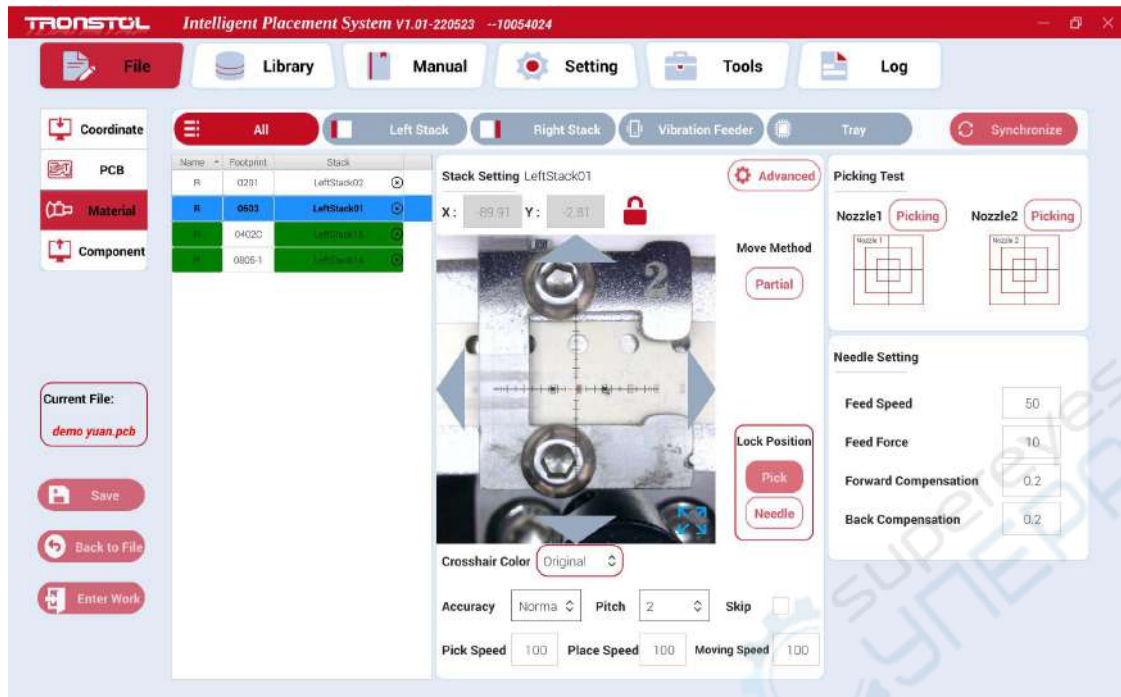

Рисунок 52
- В примере компонент 0603 находится в **LeftStack03** вместо **LeftStack01** (рисунок 52), поэтому необходимо отредактировать параметры очереди.